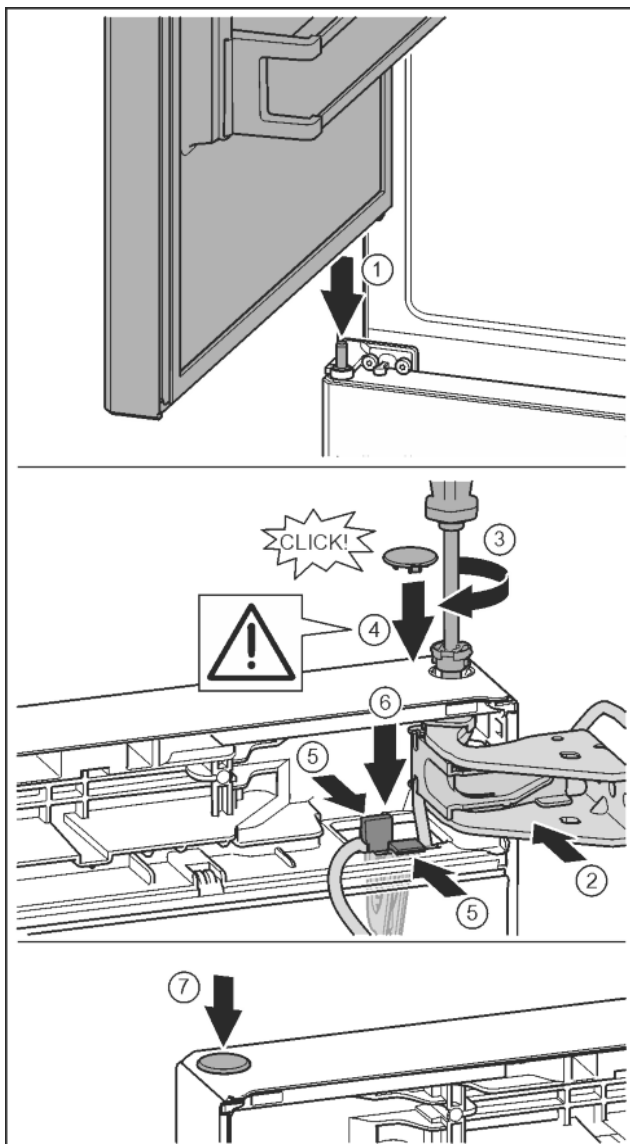

Fig. 35
- ▶ Obere Tür auf mittleren Lagerbolzen setzen *Fig. 35 (1)*
- ▶ Tür oben zur Öffnung im Lagerbock ausrichten. *Fig. 35 (2)*
- ▶ Bolzen einsetzen und mit Schraubendreher T15 festschrauben. *Fig. 35 (3)*
- ▶ Sicherungsabdeckung zur Sicherung der Tür montieren: Sicherungsabdeckung einsetzen und kontrollieren ob sie auf der Tür aufliegt. Ansonsten Bolzen vollständig einsetzen. *Fig. 35 (4)*
- ▶ Halter mit daran befestigtem Kabel in Öffnung einsetzen. Dabei muss die Lasche mit der längeren Öffnung nach vorne zeigen. *Fig. 35 (5)*
- ▶ Halter nach unten drücken bis die Lasche einrastet. *Fig. 35 (6)*
- ▶ Stopfen einsetzen. *Fig. 35 (7)*